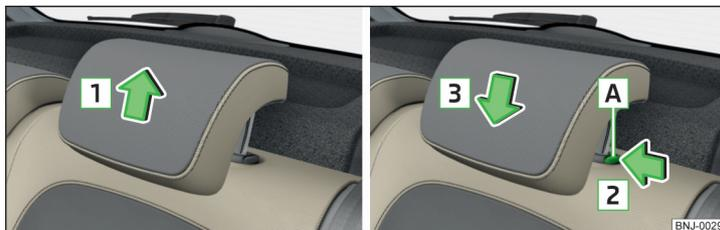

Fig. 59 Ajustar la altura del reposacabezas
- Tomar el reposacabezas y desplazarlo **hacia arriba** en sentido de la flecha **1** » fig. 59.